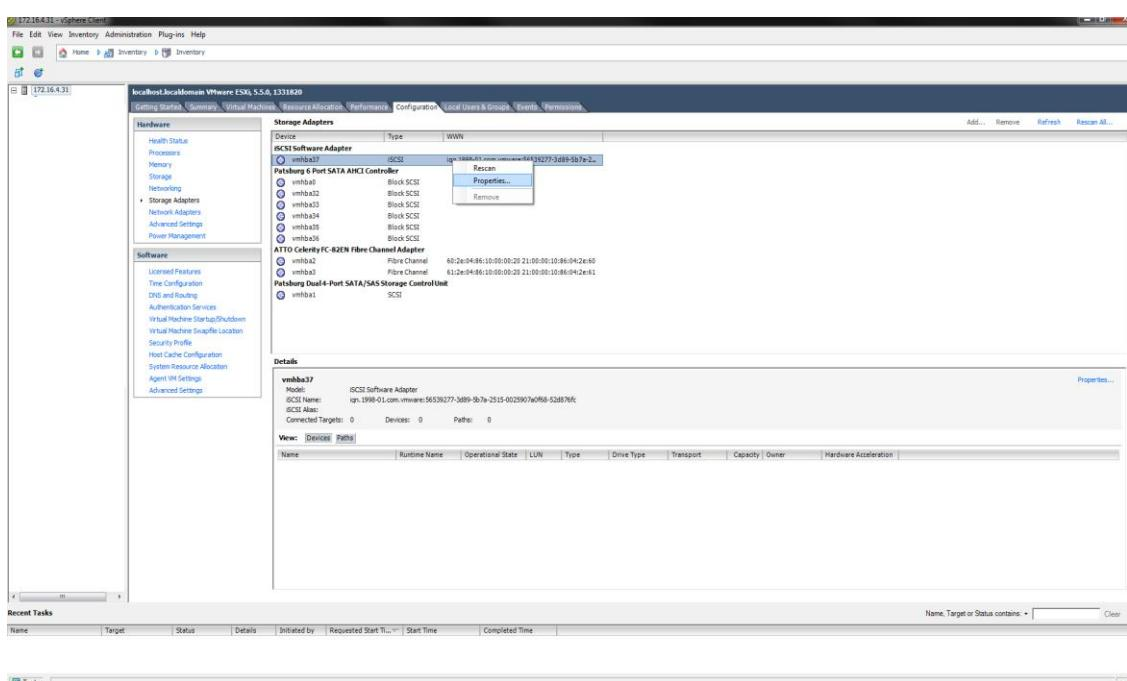
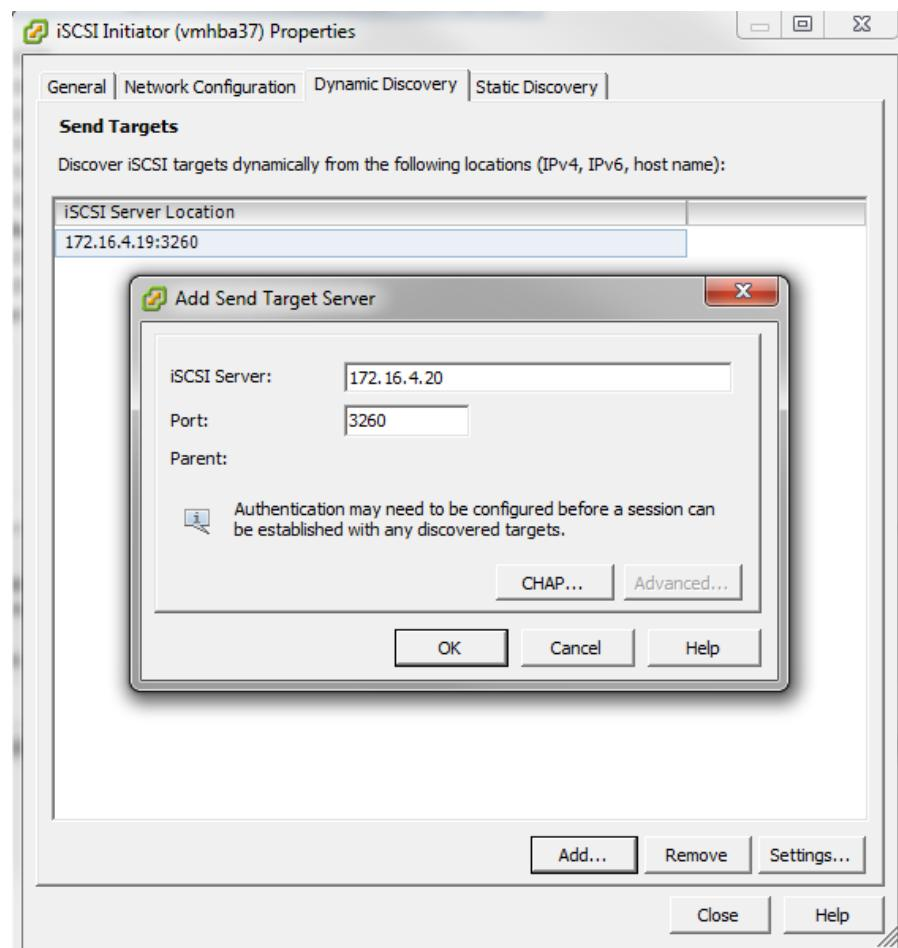

Рисунок 128. Настройка доступа по протоколу iSCSI в VMware ESXi
Рисунок 129. Подключение к iSCSI Targets в VMware ESXi.
- Перейдите на вкладку «Configuration» → «Storage Adapters» → «iSCSI Software Adapters» (см. Рисунок 128, Рисунок 129).